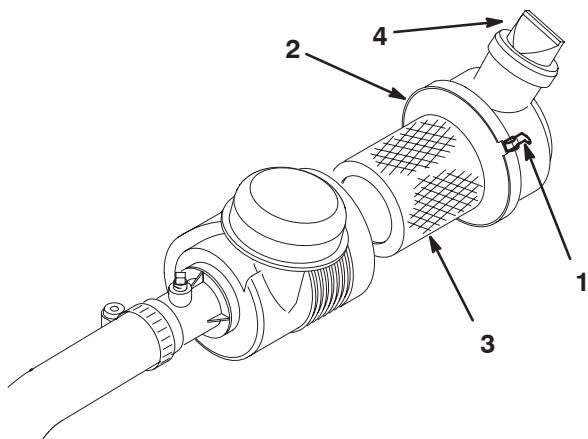

Figure 45
1. Desserrez les verrous qui fixent le couvercle sur le corps du filtre à air (Fig. 45).
6. Remettez le couvercle en place et verrouillez-le (Fig. 45).